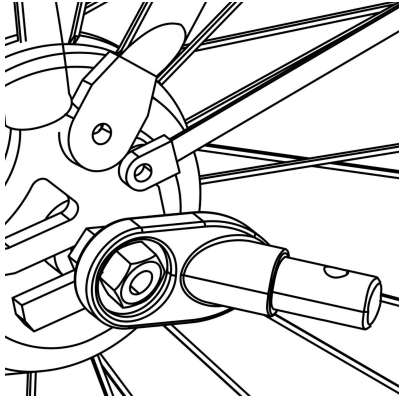

Figuur 9
1. Quick-release as: Verwijder de quick-release aan de linkerkant van de achteras van de fiets. Monteer de trekhaak tussen de snelspanner en het frame. Draai de snelspanner vast volgens de handleiding van de fietsfabrikant. De trekhaak kan op de fiets blijven zitten als de aanhanger is verwijderd (Figuur 9).